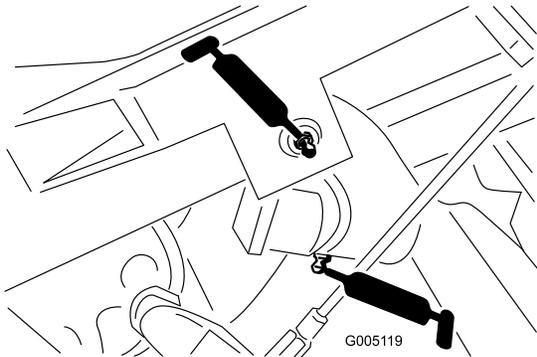

Bild 38
- Hubarmgelenk (3) und Schwenkscharnier (3) (**Bild 38**)